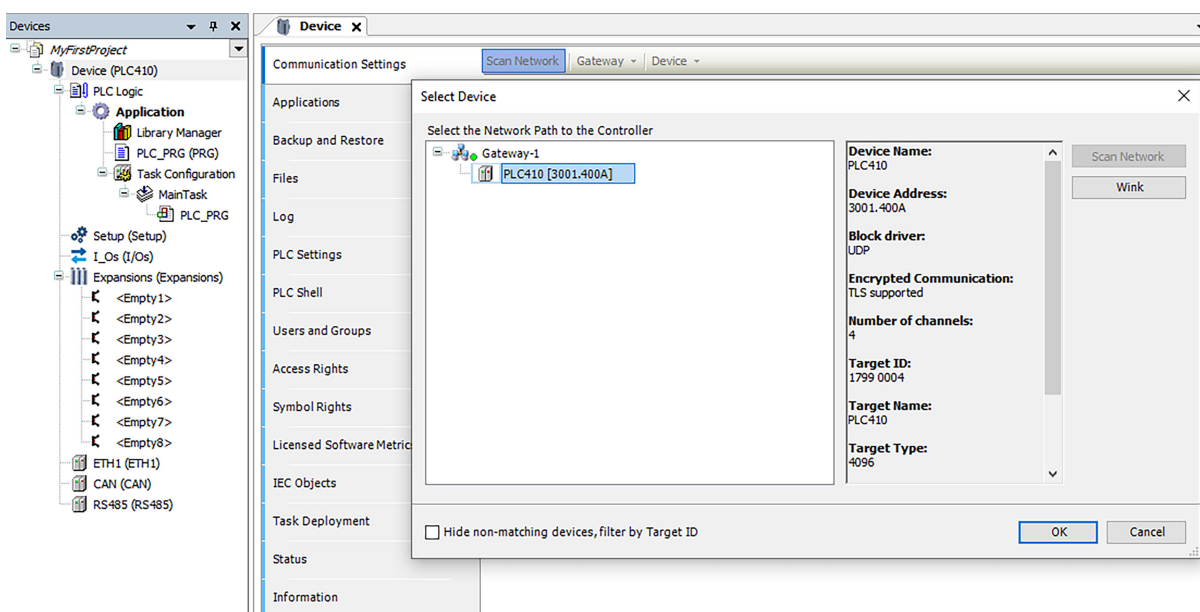

Figura 14.2: Criação de um novo projeto
- 5) Para se conectar ao PLC410, dê um duplo clique em **Device (PLC410)**. Será aberta a aba de **Communication Settings**. Clique em **Scan Network** e então em **PLC410**, conforme mostra a Figura 14.2 na página 14-2.